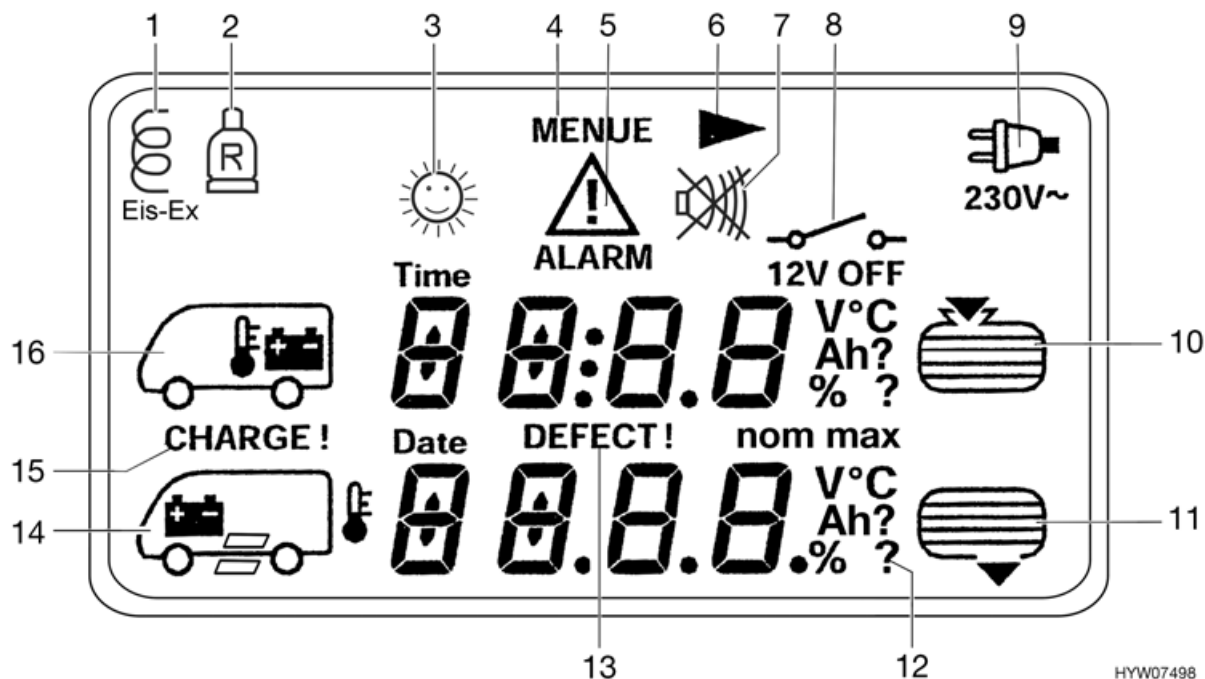

Bild 56 Symbol-Darstellung auf LC-Display
- ▷ Der Pfeil ► (Bild 56,6) in der LCD-Anzeige zeigt an, dass das gewählte Menü aus mehreren Menüseiten besteht. Wiederholte Tastenbetätigung der verwendeten Menütaste schaltet jeweils eine Menüseite weiter.
Das Grund-Menü erscheint und die Symbole (Bild 56,5, 15 und 16) blinken, sobald die Spannung der Wohnraumbatterie 12 V (Messung im laufenden Betrieb) unterschreitet und damit Tiefentladung droht. Zusätzlich blinkt die Spannungsangabe im Batterie-Menü.
Das Grund-Menü erscheint und das Symbol (Bild 56,16) blinkt. Zusätzlich werden im Batterie-Menü die Ah-Angabe und die "CHARGE!"-Aufforderung angezeigt.
Das Grund-Menü erscheint und das Symbol (Bild 56,16) blinkt. Zusätzlich wird im Batterie-Menü die "DEFECT!"-Anzeige angezeigt.